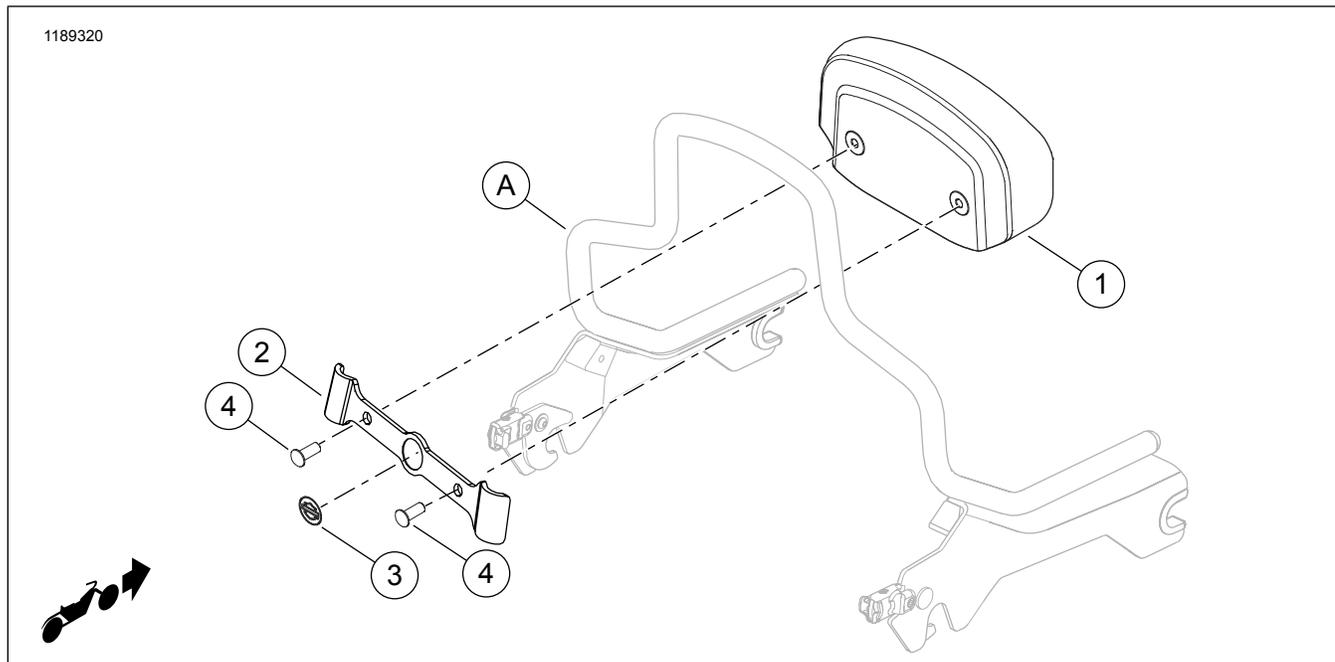

Рисунок 3. Запасные части: Комплекты компактной спинки Softail
См. Рисунок 3 и Таблица 1.
1. См. Рисунок 3. При необходимости срежьте пластиковое уплотнение с двух предварительно сделанных отверстий под винты в подушке спинки (1), чтобы предотвратить попадание пластика на резьбу.
3. Удалите клейкую основу с левой и правой стороны кронштейна (3).
- Используйте водный раствор изопропилового спирта 50:50, чтобы тщательно очистить поверхность вертикальной спинки (A) до установки кронштейна (2). Дайте поверхности просохнуть. Установите при комнатной температуре. 10–32 °C (50–90 °F)
5. Установите кронштейн (2) и сильно вдавите его в пассажирскую спинку.
6. См. Рисунок 3 . Вставьте винт (4) из комплекта через кронштейн (2) и аккуратно закрутите его в сопрягаемое отверстие подушки спинки на 4–5 оборотов. Сделайте то же самое с оставшимися двумя винтами. **НЕ затягивайте винты, пока не закрутите каждый из них, как это было описано выше.**